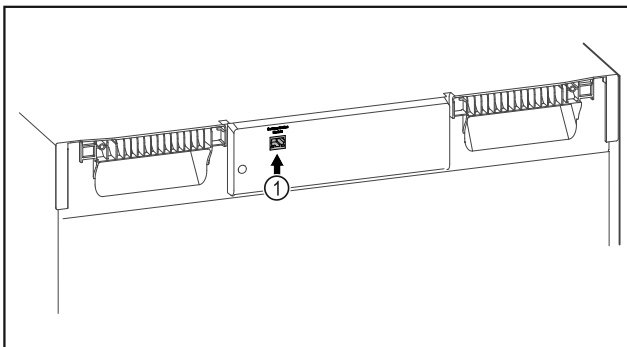

Fig. 103
- Moduli SmartModule Fig. 103 (1) është vendosur.